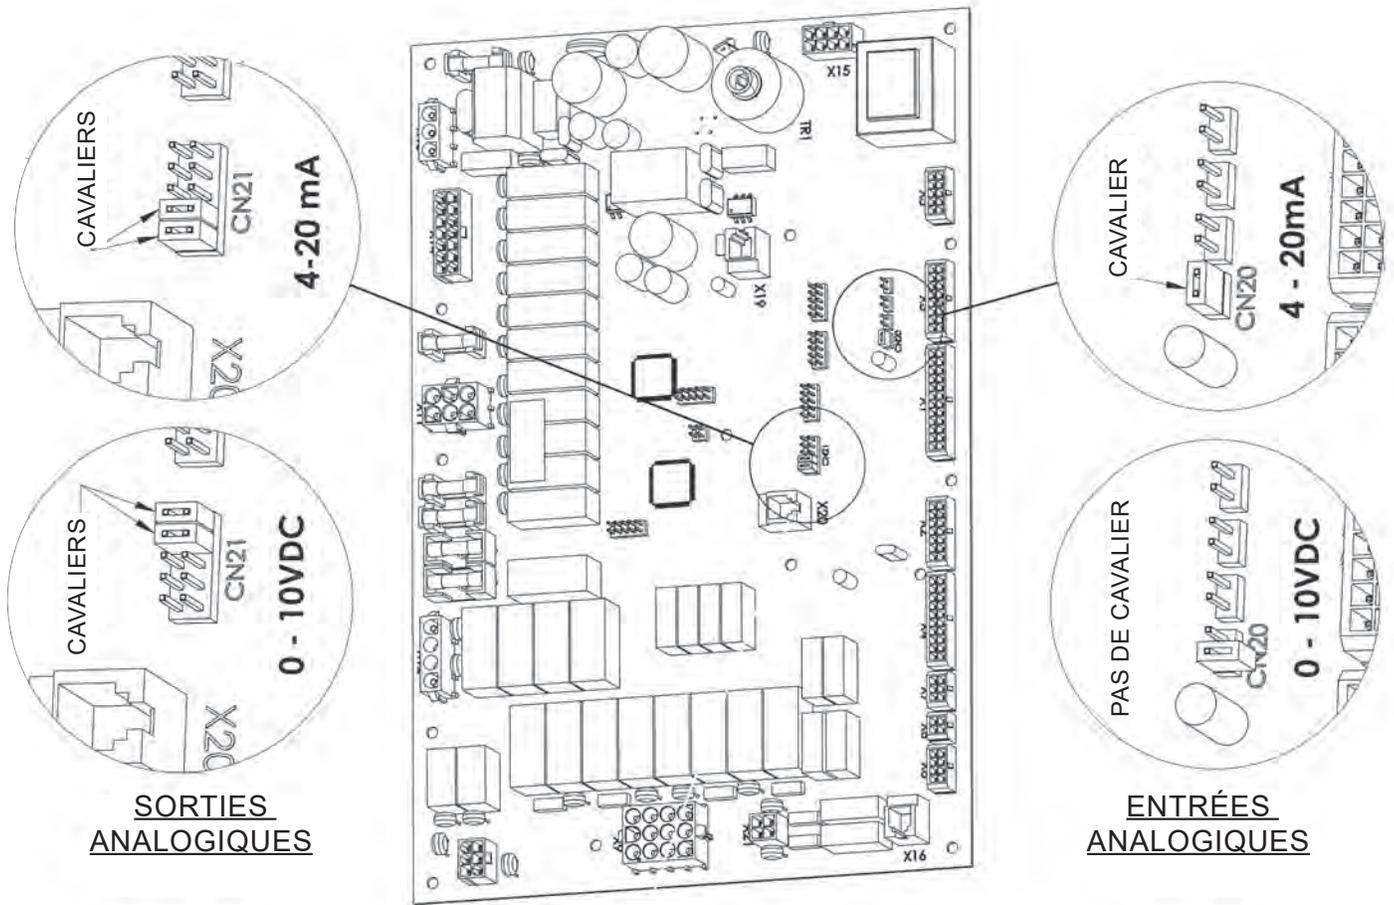

Figure 14. Localisation des cavaliers au niveau des entrées
**BMS** – si l'entrée analogique (0-10 VCC ou 4-20 mA) d'un système de gestion technique de bâtiment (BMS ou GTB) est utilisée comme consigne distante ou régulation à distance de l'allure de chauffe, la brancher aux bornes 47 et 48 (voir Figure 13 en page 36). La polarité est indiquée sur l'étiquette de la borne. La sélection de la tension ou du courant d'entrée s'effectue par l'intermédiaire d'un cavalier placé sur la carte de contrôle. Voir Figure 14. La fonctionnalité analogique du système BMS est configurée à l'aide de l'écran tactile.
**Pompe** – si le contrôle de pompe Vari-Prime est utilisé, câbler les fils de contrôle de la vitesse de la pompe aux bornes 49 et 50. La polarité est indiquée sur l'étiquette de la borne. La sélection de la tension ou du courant de sortie s'effectue par l'intermédiaire d'un cavalier placé sur la carte de contrôle. Voir Figure 14. La fonctionnalité Vari-Prime est configurée à l'aide de l'écran tactile.